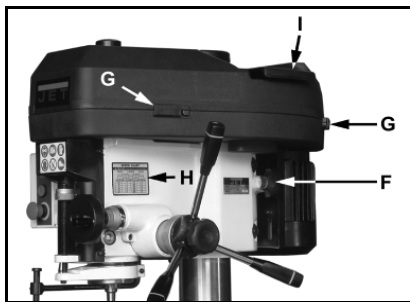

Fig 8
Öffnen Sie die Verriegelungsglaschen (G, Fig 8) und den Abdeckschieber (I).